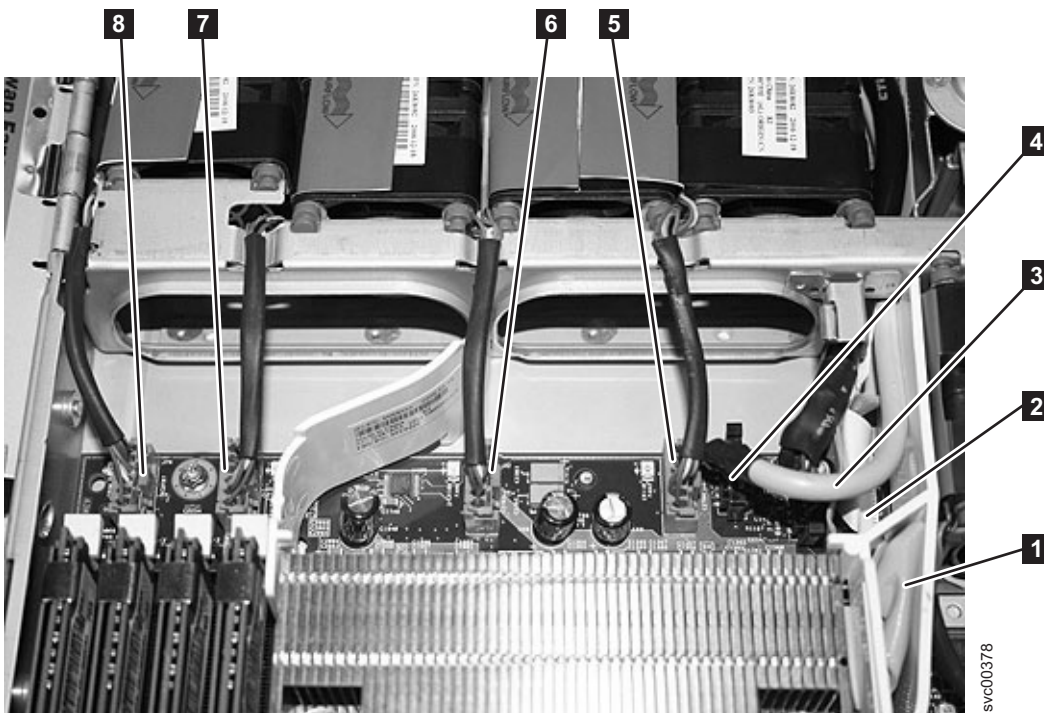

図 281. SAN ボリューム・コントローラ 2145-8G4 システム・ボードの右前面のコネクタ
9. システム・ボードからコネクタを切り離します (図 281 を参照)。システム・ボードの前面右側から、以下を取り外します。